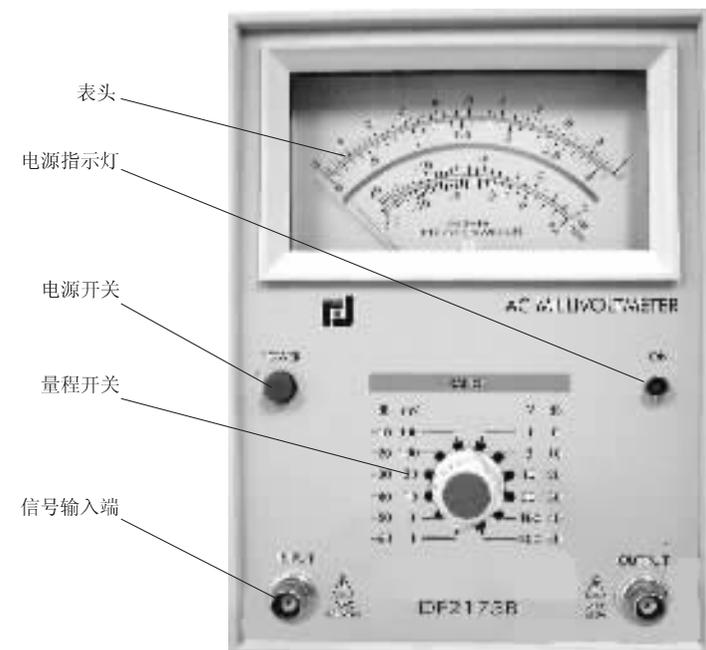

图 2-10 DF2173B 型交流电压表面板图
② 测量电平范围:−60~+50 dB(0 dB=1 V)。
③ 频率范围:5 Hz~1 MHz。
④ 电源:220 V \pm 10%。
⑤ 电压测量误差: \leq 5%满刻度。
(3) 面板结构。面板结构如图 2-10 所示。
(4) 使用方法:
① 将“量程范围”置于较大量程挡(3 V 以上挡),接通电源,按下电源开关,指示灯亮,仪器工作。开机后 10 s 内指针无规则摆动数次是正常现象。
② 根据被测信号的大约数值,将“量程范围”置于适当量程位置。假如无法估计被测信号,则“量程范围”置于较大量程挡开始试测,然后逐步减小到合适量程。
③ 接入被测信号。将被测电压通过探线连接到信号输入端,应先连接地端,使之与被测电路公共(地)端相连,然后再连接信号端。测量结束后,应先取下连接信号端连线,再取下地线,以免 50 Hz 电流感应将表头指针打弯。